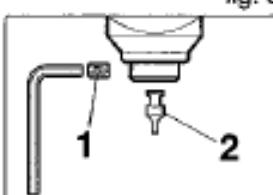

fig. 7
Per rimuovere un punzone consumato o danneggiato svitare la vite (1) (fig.7) in modo da lasciare libero il punzone (2). Inserire il nuovo punzone fino a battuta poi serrare la vite (1).